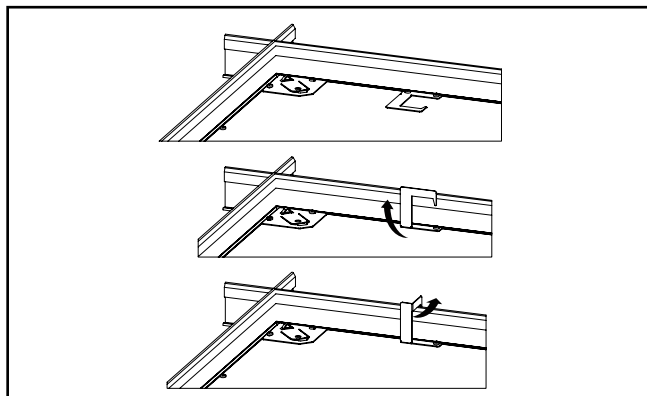

Imagen 4.
- Se proporcionan clips para lograr una unión mayor al sistema de techo. Guíe las 4 lengüetas en la parte posterior del aplique por encima de la red T al doblarlas hacia arriba 90 grados en dirección perpendicular a la parte posterior. Luego, doble las lengüetas 90 grados hacia el marco de la red T (Imagen 4).